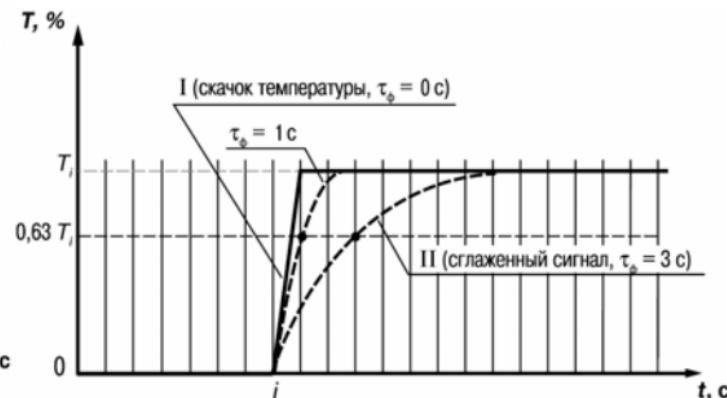

Рисунок 3.4
3.2.4.3 Во-вторых, фильтр устраниет шумовые составляющие сигнала, осуществляя его экспоненциальное сглаживание. Основной характеристикой экспоненциального фильтра является постоянная времени τ_ϕ – интервал, в течение которого сигнал достигает 0,63 от значения каждого измерения T_i (рисунок 3.4).